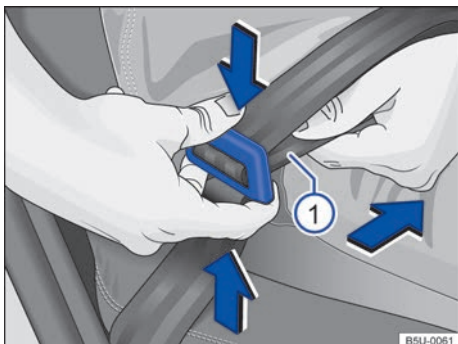

Fig. 55 Liberar la banda para ajustar el cinturón de seguridad.
- Presionar la hebilla \Rightarrow fig. 55 para desbloquear la traba y ajustar la longitud del cinturón del seguridad.
- Tirar del cinturón de seguridad por la parte inferior \Rightarrow fig. 55  en el sentido de la flecha.